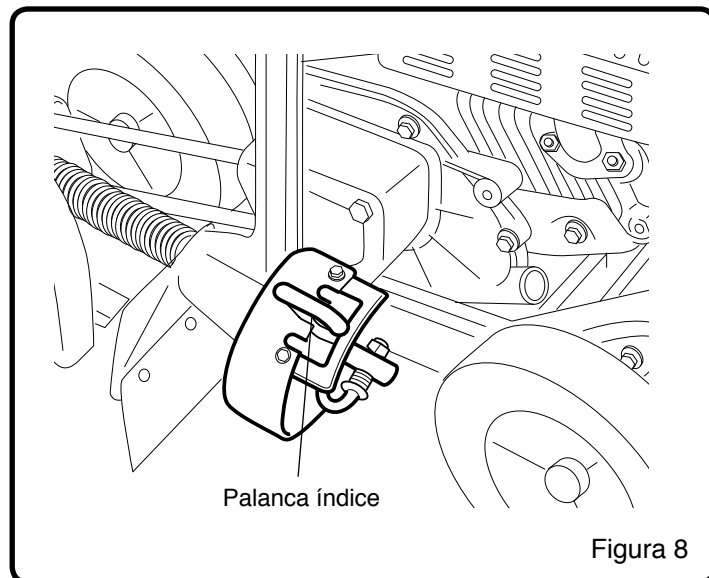

Figura 8
3. Desenganchar la palanca índice (Véase la Figura 8).